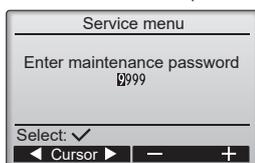

Abb. 7-2
① Wählen Sie "Service" im Hauptmenü und drücken Sie die Taste .
② Bei der Auswahl des Service-Menüs wird ein Fenster geöffnet, das zur Passwordeingabe auffordert. (Abb. 7-2)